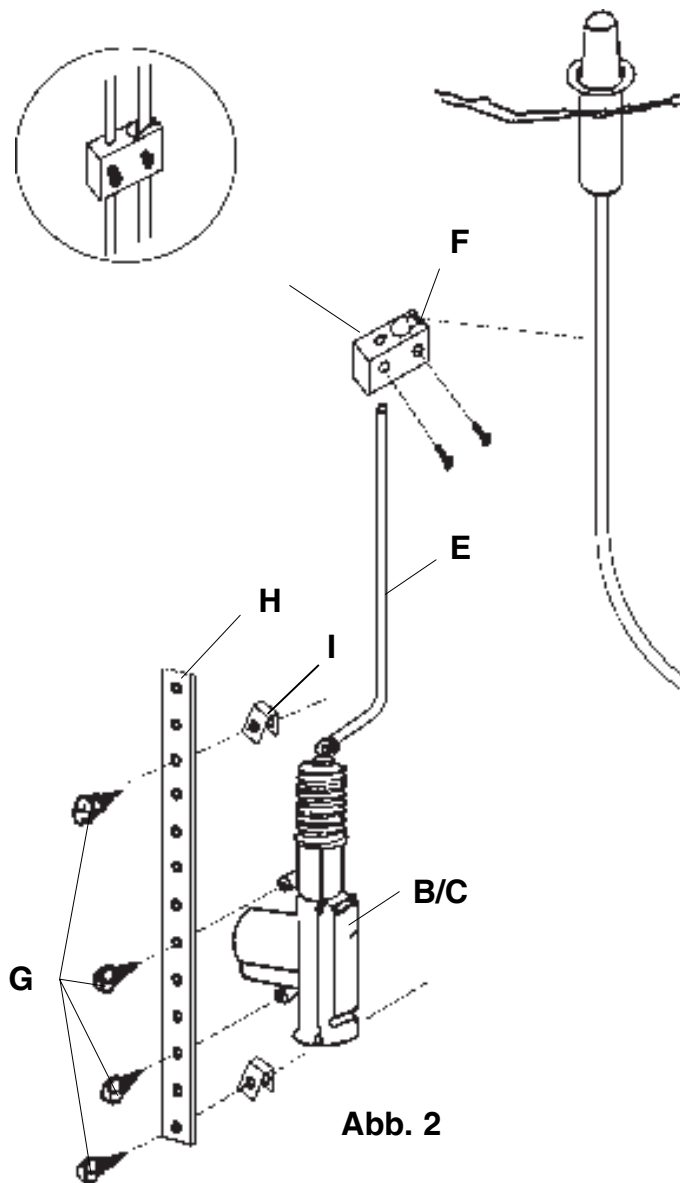

Abb. 2
- J 2 Kabeldurchführungen (Abb. 2)